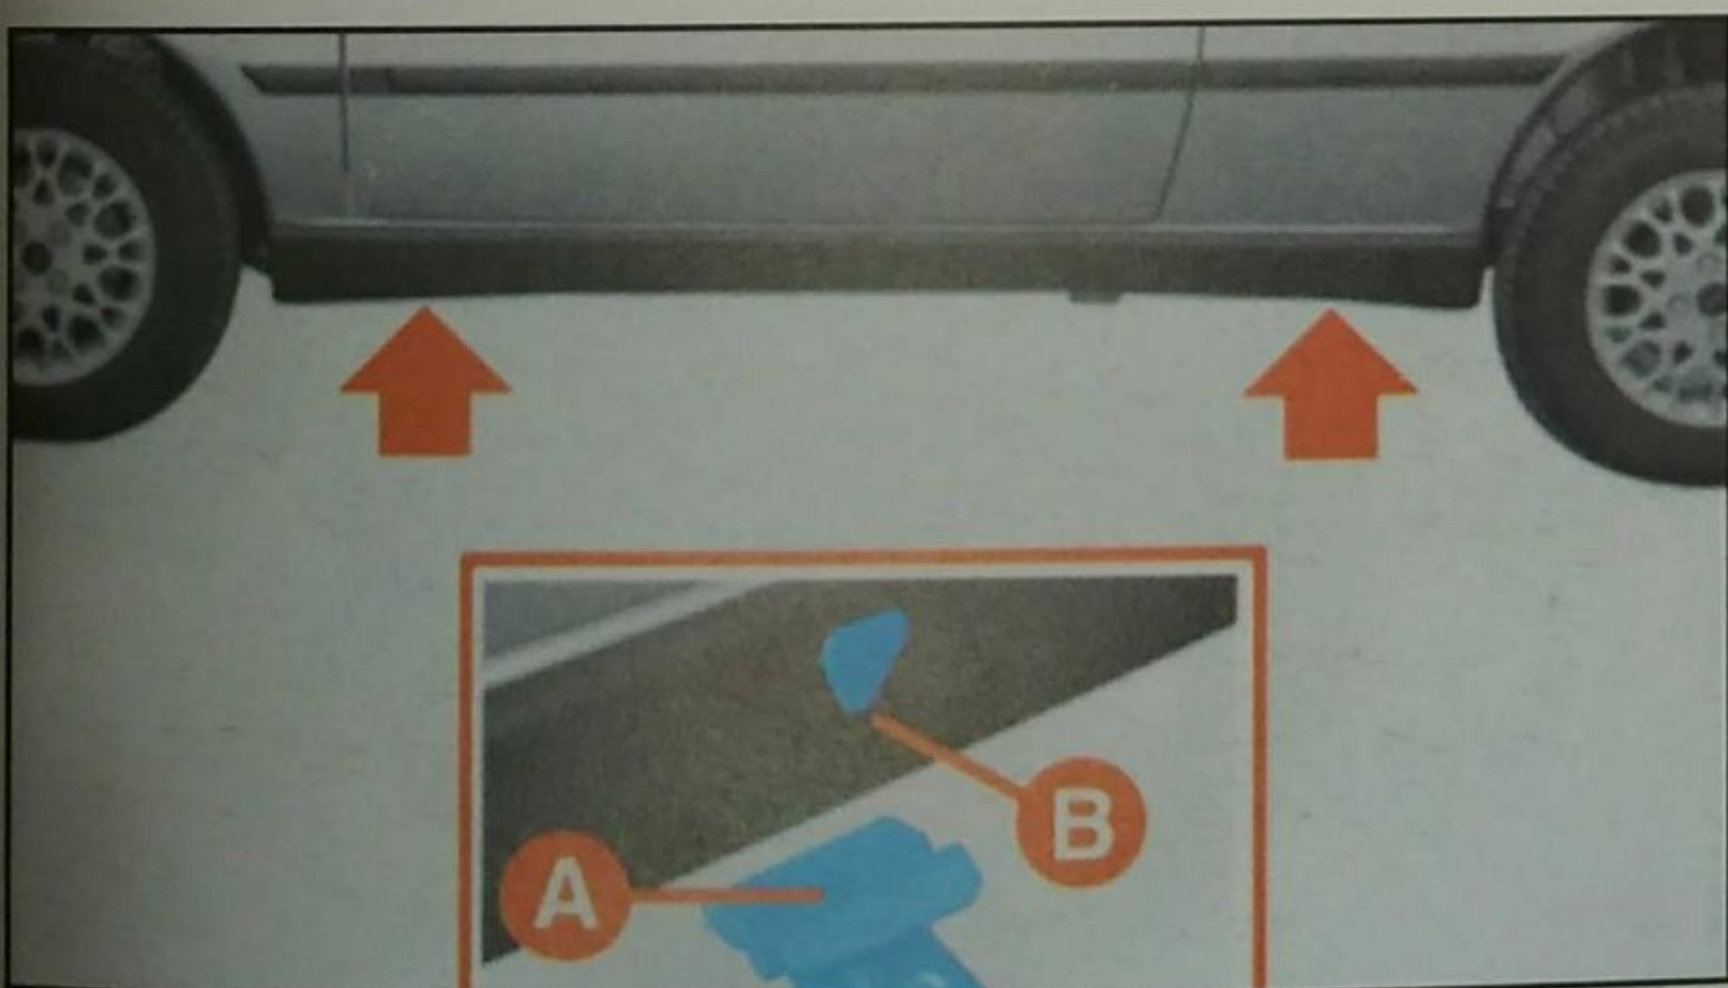

Fig. 4
4) Colocar el gato donde está marcado el símbolo ▼ **fig. 4** cerca de la rueda a sustituir y verificar que la ranura **A** del gato esté bien encajada en el larguero **B**.